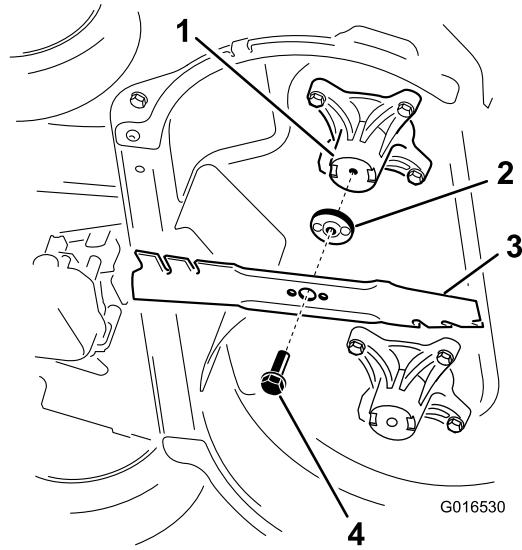

Figura 42
- Rimuovete ogni lama come mostrato in Figura 42.
1. Montate la prima lama in posizione orizzontale, usando la bulloneria di montaggio come mostrato in \(Figura 42\).